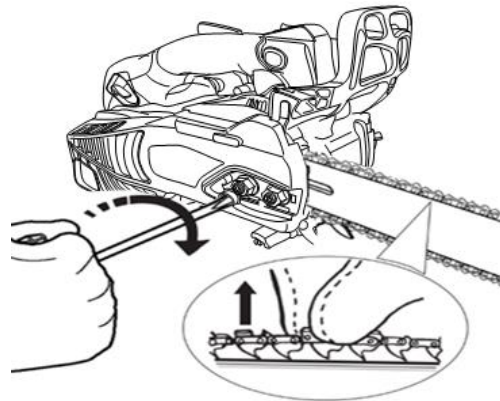

Abb. 10
- 10) Ziehen Sie die Kettenspannerschraube (Abb. 10) fest (nach rechts). Bei richtiger Kettenspannung lässt sich die Kette so anheben (mit zwei Fingern), dass das Treibglied vollständig zu sehen ist (Abb. 10).